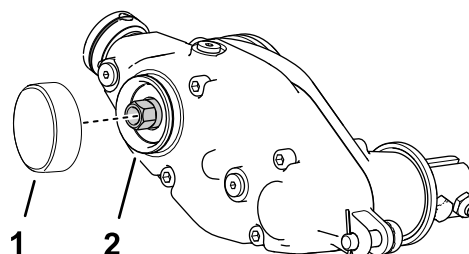

Bild 16
1. Tragen Sie Gewindesperrmittel mittlerer Stärke (z. B. Green Loctite 609®) um die Sprenggringrille und die äußere Oberfläche auf (Bild 16).
2. Montieren Sie den Deckel, wie in Bild 16 abgebildet.